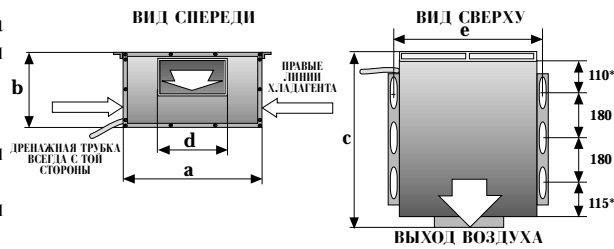

Рис. 4
- Внутренний агрегат может быть либо подвешен к потолку, либо установлен на твердом основании, например, бетоне. Размеры внутреннего агрегата приведены на рис. 4.
- Приклейте четыре резиновые амортизационные прокладки по четырем углам основания, как показано на рис. 4.
- Приклейте четыре резиновые амортизационные прокладки по четырем углам верхней крышки, как показано на рис. 4.
- Закрепите агрегат на потолке с помощью длинных потолочных анкеров, как показано на рис. 4а.
2. Четырьмя винтами соедините установочные планки с металлической соединительной планкой (см. рис. 4а).
Рис. 4а